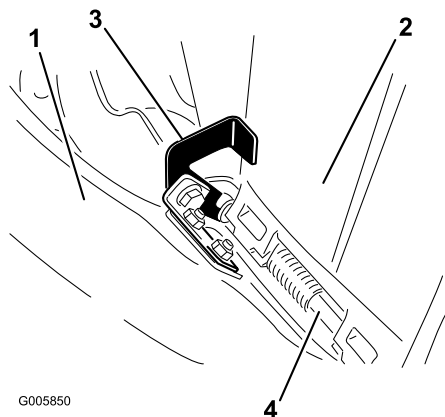

Figura 15
- Sopra la guida di scarico, posizionate il fermo a gancio come illustrato nella Figura 15.